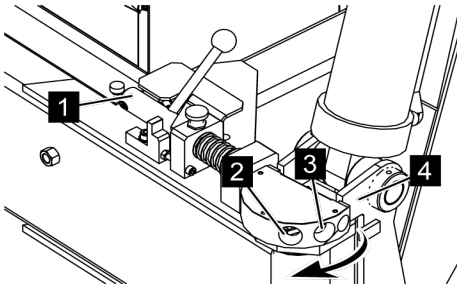

Fig. 85: Positions de travail
3. → Pivoter l'appui (Voir la Fig. 85/4) jusqu'à ce que la goupille de verrouillage (Voir la Fig. 85/1) se trouve devant le trou de la position de travail étroite (Voir la Fig. 85/3) ou large (Voir la Fig. 85/2).